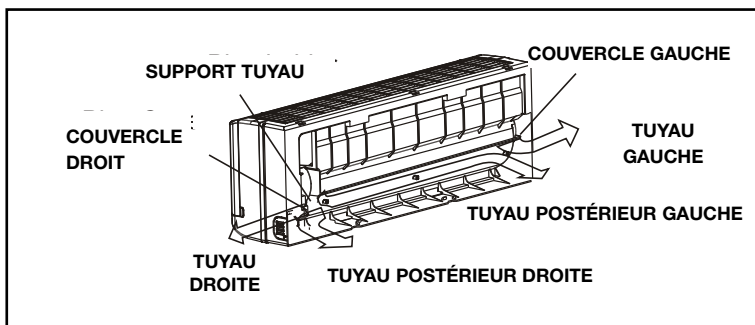

fig.4
1. Ôter le couvercle de protection des tuyaux du panneau latéral (sur le côté droit ou gauche, selon la direction des tuyaux). (fig.4).